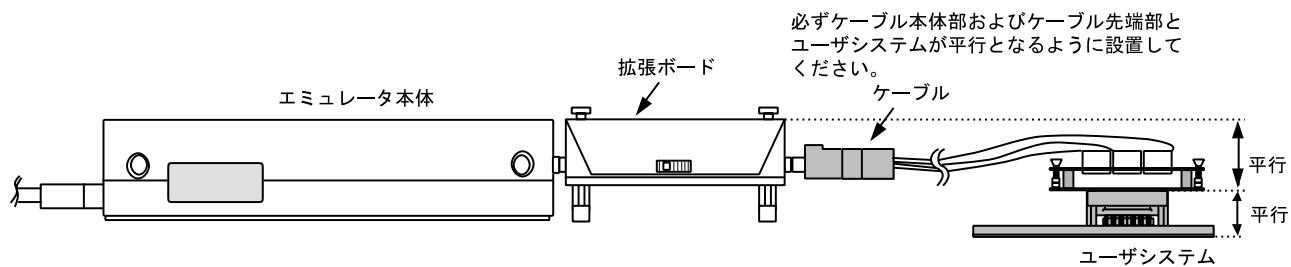

図13 設置例
- (1) ユーザシステムへの接続時には1ピン位置に十分注意して、誤接続は絶対にしないでください。
- (2) 本ユーザシステムインターフェースケーブルを使用する場合の推奨マウントパッド寸法は、MCU実装用マウントパッド寸法とは異なりますので注意してください。
- (3) ケーブル本体部が断線する可能性がありますので、本ユーザシステムインターフェースケーブルの上に重いものや金属等の角の尖ったものを置かないでください。
- (4) ユーザシステムに接続した状態では、ユーザシステムインターフェースケーブル、特にケーブル先端部に無理な力が加わらないように注意する必要があります。図13の設置例を参照してご使用ください。